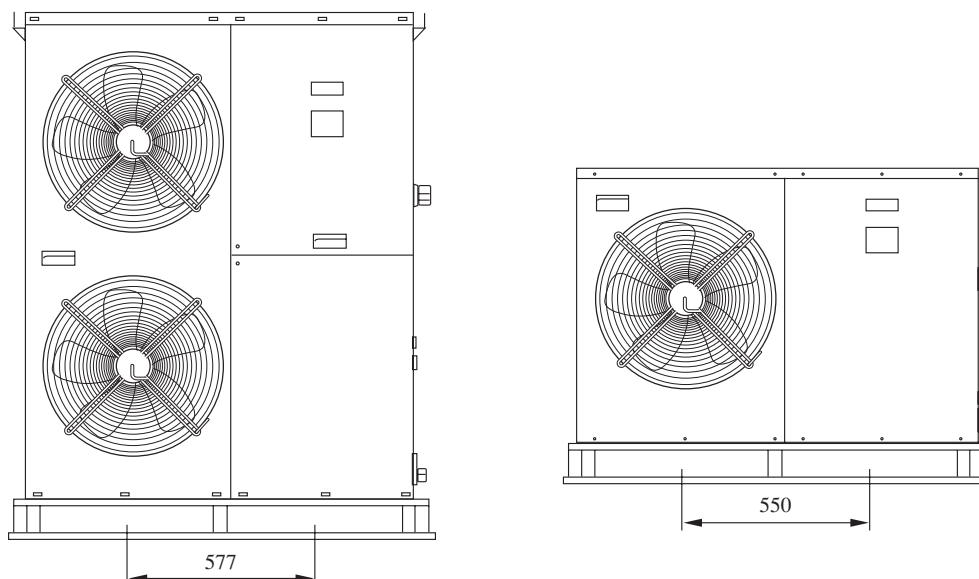

Figure 1
- Soulever l'unité avec un palonnier ou un chariot à fourche pour éviter d'endommager les panneaux. La figure 1 indique les dimensions de la palette pour le levage. Éviter les mouvements brusques. Ne pas retirer la palette avant d'atteindre l'emplacement final.